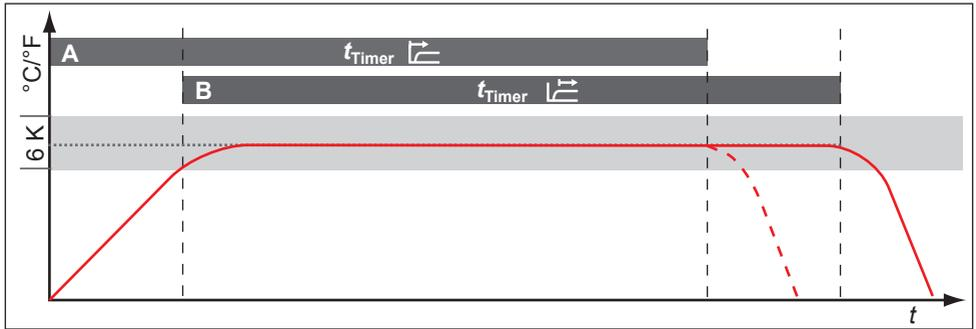

Fig. 20 Modo timer
Con este ajuste se puede definir si el reloj de cuenta atrás digital con indicación del valor nominal (temporizador, véase la página 27) debe funcionar según los valores nominales, es decir, si el tiempo de funcionamiento con temporizador no debe empezar a contar hasta alcanzar una banda de tolerancia de ± 3 K con respecto a la temperatura nominal (Fig. 20, B), o si debe hacerlo ya inmediatamente después de la activación del temporizador (A).